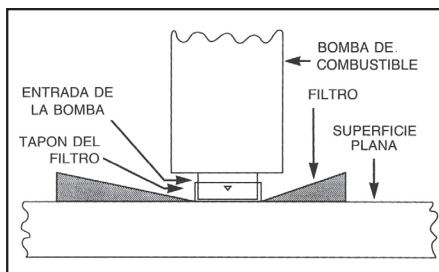

figura 4
- D) Instalar el filtro nuevo en la bomba con la misma orientación que el original. Colocar el filtro sobre una superficie limpia y plana, luego presionar la bomba firmemente hacia abajo y dentro del filtro, hasta que suene indicando que está en su lugar y completamente sentado sobre la bomba (ver figura 4).